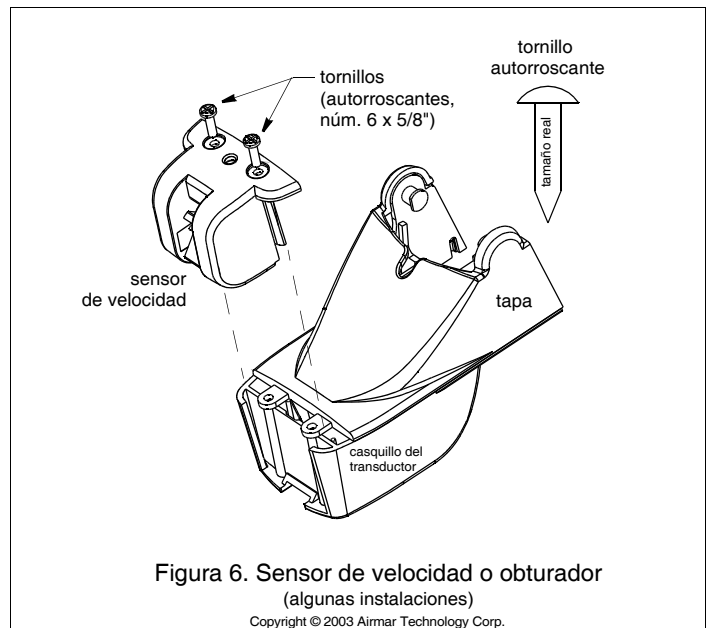

Figura 6. Sensor de velocidad o obturador (algunas instalaciones)
1. Extraiga los dos tornillos que sujetan el sensor de velocidad al casquillo del transductor (figura 6).
5. Introduzca las guías laterales del sensor de velocidad o del obturador en los canales de la parte posterior del casquillo del transductor (figura 6) Deslícelo hacia abajo. Sujete el sensor de velocidad o el obturador con los dos tornillos autorroscantes del núm. 6 x 5/8".